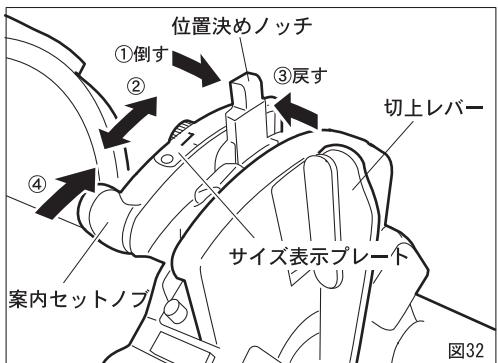

図32
サイズ変更をする場合 (図32)
- 位置決めノッチを図32の矢印①の方向に倒す。
- サイズ表示プレートに表示されている希望のパイプサイズに位置決めノッチを合わせる。(矢印②)
- 位置決めノッチを矢印③の方向に倒しながら、ノッチの溝に位置決めピンをはめ込む。
②案内セットノブを矢印④の方向に止まるまで押すと、ダイヘッドはセットの位置になります。スイッチを入れると、オイルはダイヘッドから自動的に注油されます。
案内セットノブ(図32参照)を押し上げてダイヘッドをねじ切りのセット状態にします。そしてパイプにねじを切ってゆきますと、パイプ端面が切上げレバーに当り、徐々に押し出してゆきます。パイプに切られたねじが規定長さになりますと、切上げレバーが押しあげられ、チーザがパイプから離れねじ切りが終わります。(図36-1)